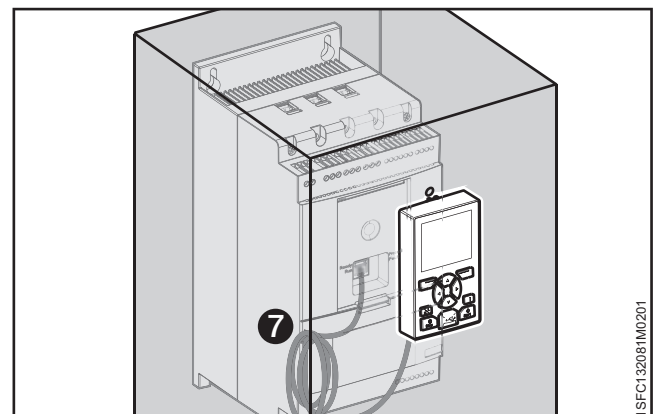

Abbildung 4.12
5. Stellen Sie sicher, dass das Netzwerkkabel ordnungsgemäß mit den beiden Anschlüssen verbunden ist. Verhindern Sie, dass das übrige Kabel in die Tür eingeklemmt wird. Siehe **7** in **Abbildung 4.12**. Schließen Sie die Tür des Schaltschranks und stellen Sie den Schalter für die Betriebsspannung auf EIN. Stellen Sie sicher, dass das externe HMI funktioniert.